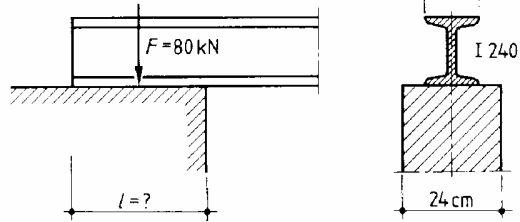

Bild 3.88 Mauerwerksauflager
25. Wie lang muss das Auflager in Bild 3-88 für den Stahlträger I 240 auf dem Mauerwerk werden? Das Mauerwerk besteht aus DIN 105-MZ12-1,6-3DF, Mörtelgruppe III. Der Stahlträger überträgt eine Last von 80 kN.